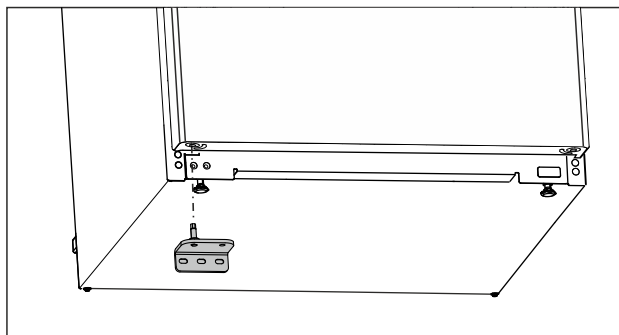

Fig. 20
- Įstatykite apatinę atraminę gembę priešingoje pusėje. (žr. Fig. 20)